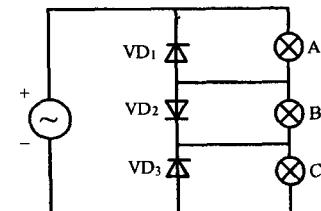

图1.7
- (4) 用指针式万用表不同欧姆挡测量二极管正向电阻值时，会观察到测得的阻值不相同，究其根本原因是()。
- (5) 某硅二极管反向击穿电压为150V，则其最高反向工作电压为()。
- (6) 在图1.7中 $VD_1 \sim VD_3$ 为理想二极管，A、B、C白炽灯泡功率都相同，其中最亮的灯是
- (7) 在三极管输出特性曲线中，当 $I_B=0$ 时 I_C 是()。
- (8) NPN型三极管处于放大状态时，各极电位关系是()。